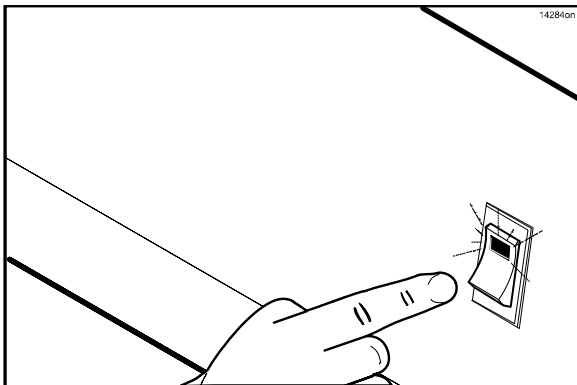

Figure 22
1. Mettre le commutateur de verrouillage du ventilateur sur marche. La commande affiche le message « OFF » (éteint ; Cf. Figure 22).